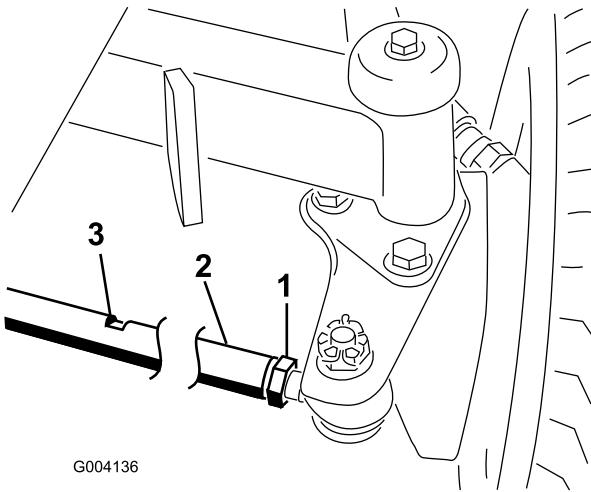

Figura 70
2. Afloje las contratuercas de ambos extremos del tirante (Figura 70).